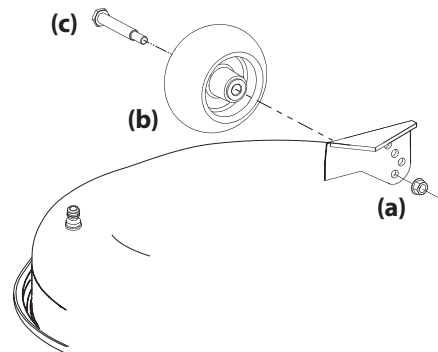

Figura 2-16
- Retire la tuerca de seguridad que fija uno de los tornillos con reborde de las ruedas de calibración delanteras a la plataforma. Retire la rueda de calibración y el tornillo con reborde. Consulte la Figura 2-16.